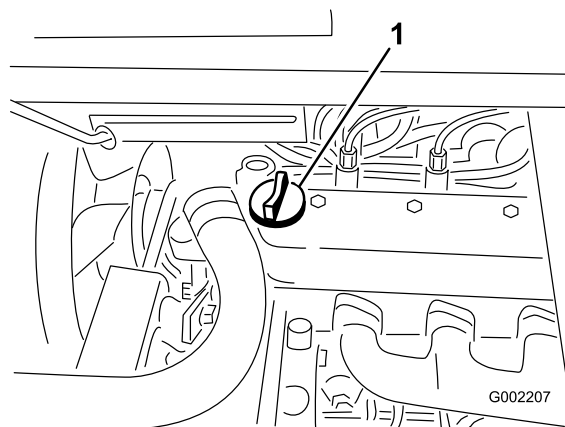

図 38
3. 油量が少なければ、バルブ・カバーの上についている補給口 (図 38) を開け、ディップスティックの Full マークまでオイルを補給する；オイルの種類や粘度の選択については「エンジン・オイルについて」を参照。補給するときは、ディップスティックで確認しながら少量ずつ入れる。入れすぎないように注意してください。